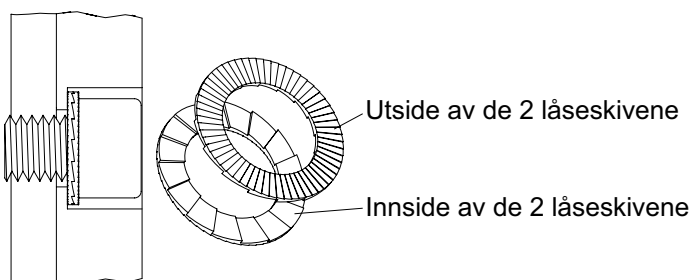

Fig. 17 Monteringsposisjon for Nord-Lock®-låseskiver
OBS Pass på at låseskivene monteres i riktig stilling (fig. 17 Monteringsstilling for låseskiver) og at de har foreskrevet tiltrekningsmoment!
2. Skyv propellen på (6).
3. Sett på O-ringen (5).
4. Sett på propellskiven (2).
5. Sett på O-ringen (4).
6. Sett på låseskivene (3). Pass på monteringsstillingen, se også fig. 17 Monteringsstilling for låseskiver.
7. Trekk til sylinderskruen (1) med et tiltrekningsmoment på 56 Nm.